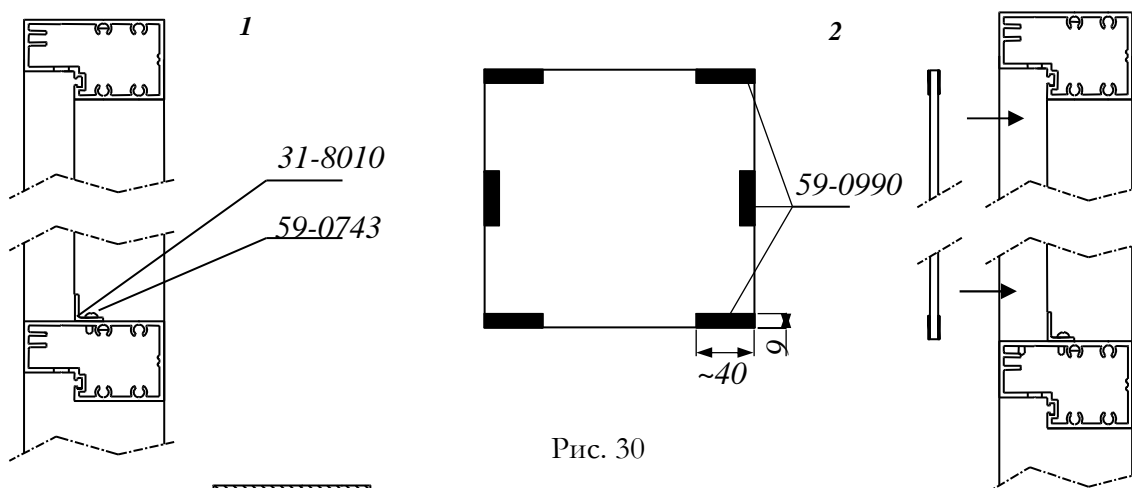

Рис. 30
3. Дожать стекло и прикрутить вокруг уголок 15x15x2 (рис. 30).